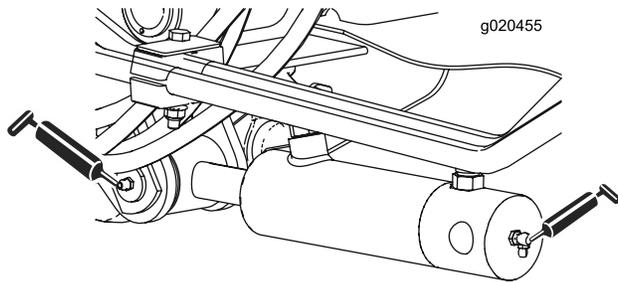

Figura 40
- Casquilhos do cilindro do braço de elevação (2 cada) (Figura 40)